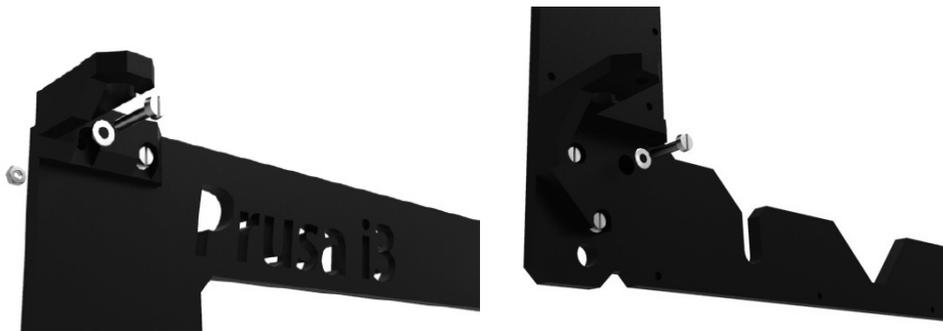

图 3-42 在框架的安装孔插入 M3*14mm 的螺钉
(1) 先在安装孔的位置放入 M3*14mm 的螺钉, 每一个螺钉需配一个 M3 的螺母和垫片, 外部框架的所有安装孔都需要如此安装, 如图 3-42 所示。